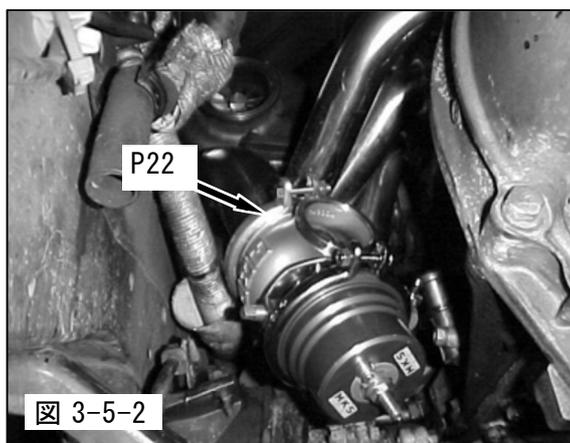

図 3-5-2
(2) GT II ウエストゲート Assy をエキゾーストマニホールドに仮付けしてください。(図3-5-2)